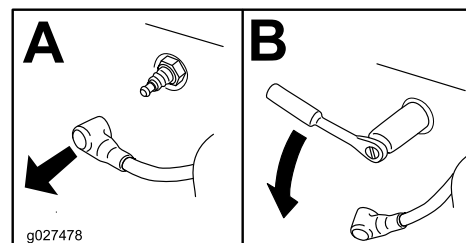

Figure 48
3. Déposez la bougie, comme montré à la Figure 48.